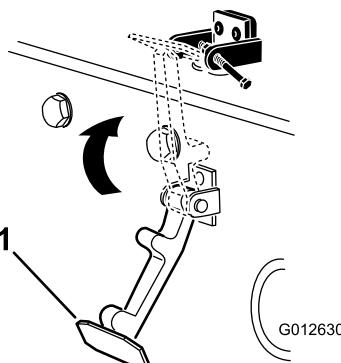

Рисунок 7
7. Ведите защелку в зацепление с кронштейном защелки капота (Рисунок 7).